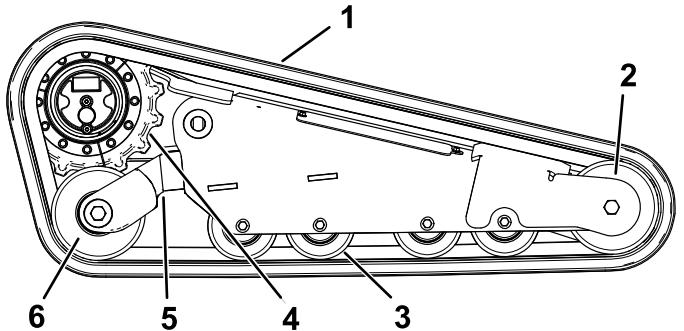

Figura 62
**Importante:** Asegúrese de limpiar completamente las ruedas de rodaje, la rueda delantera y la rueda motriz (Figura 62). Las ruedas de rodaje deben rodar libremente cuando están limpias.